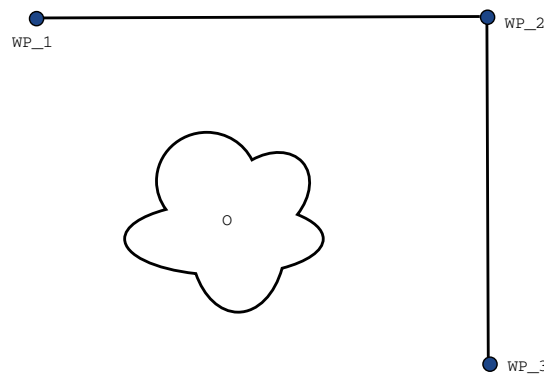

Figura 14.2: WP_1: Posição inicial WP_2: ponto do trajeto, WP_3: posição de pegar, O: obstáculo.
Exemplo Considere como exemplo uma aplicação de pegar e colocar (consulte a figura 14.2), em que o robô está atualmente no ponto de rota 1 (WP_1) e precisa pegar um objeto no ponto de rota 3 (WP_3). Para evitar colisões com o objeto e outros obstáculos (O), o robô deve se aproximar WP_3 no sentido proveniente do ponto de rota 2 (WP_2). Desse modo, os três pontos de rota são introduzidos para criar um caminho que satisfaça os requisitos.